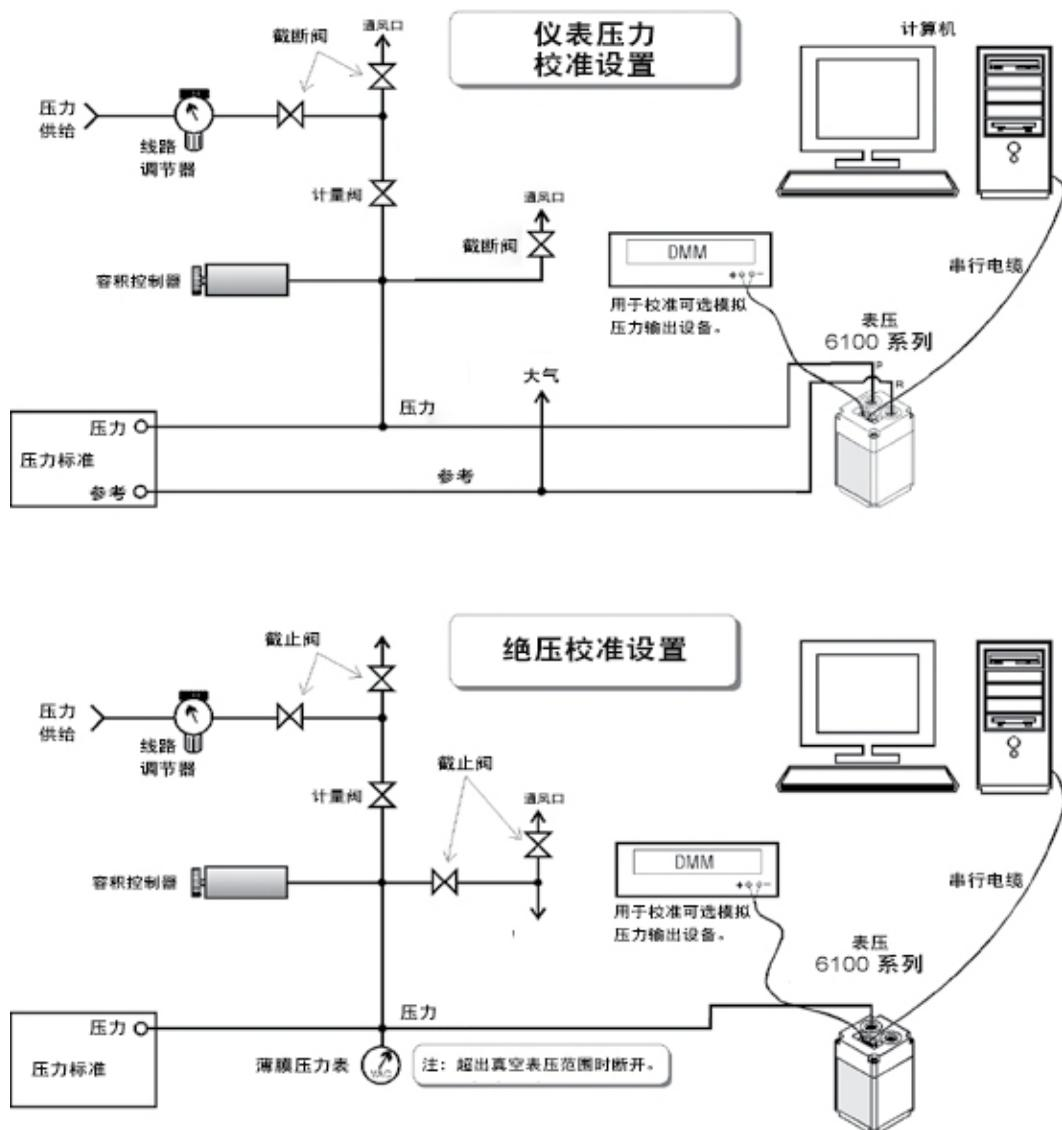

图 8.2 - 校准设置
校准应变式传感器需要以下设备（见图 8.2）：
2. 使用图 8.2 中所示的绝对压力设置。在 600 mTorr 绝对值和传感器量程的 20% 之间施加稳定的压力值。以 CPT61XX 的原始单位测量参考压力读数。这一读数成为“实际压力”。